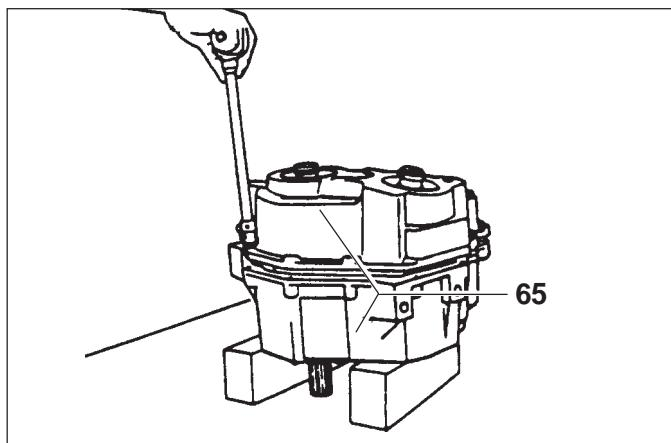
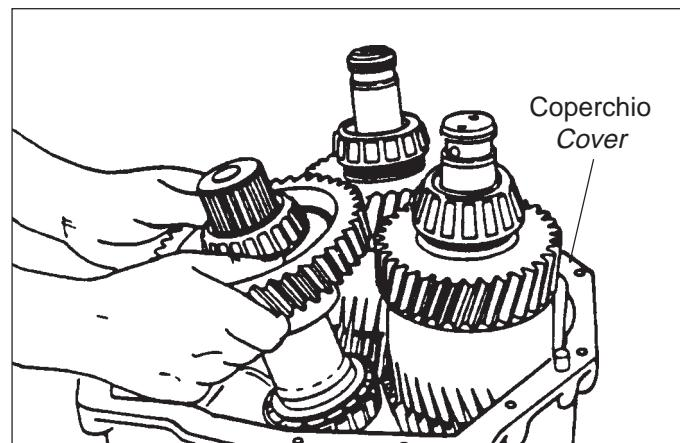
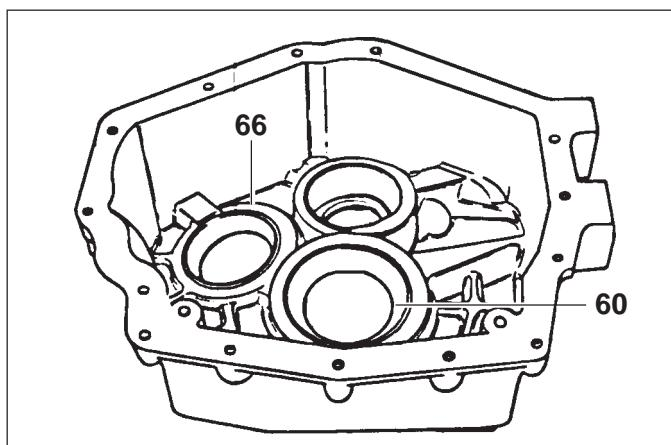

Fig. 13
Fig. 14
Fig. 15
- semicarcasse e disunirle (Fig. 13).
- 2) Togliere dalla scatola i pacchi spessori (51-52-53-54) e (99-100-101-102). Estrarre le coppe dei cuscinetti (63) (66) e (79), battendo con l'attrezzo (15751990117) sulla superficie maggiore.
- 3) Estrarre gli alberi dal coperchio (Fig.14).
- 4) Allentare le viti (64) con rondelle (12) e togliere il carterino (62).
- 5) Con apposito estrattore a griffe per interni, estrarre dalla semicarcassa le coppe dei cuscinetti (60) con gli spessori (56-57-58-59) e (66) (Fig.15).
- 6) Svitare le viti (11)con rondella (27) dalla flangia (46). Utilizzare due di queste viti, avvitare sulla flangia per estrarla dal coperchio.
- holes on the half casing and separate gearbox cover from main housing (Fig. 13).*
- 3) *Remove shafts from cover (Fig.14).*
- 4) *Loosen screws (64) with washer (12) and remove baffle (62).*
- 5) *By means of a suitable bearing puller drive off taper roller bearings (60) with shims (56-57-58-59) and (66) outer race from main housing (Fig.15).*
- 6) *Remove the screw (11) with washer (27) from the flange (46). Use two of these screws and screw them down on the flange to extract it from the cover.*